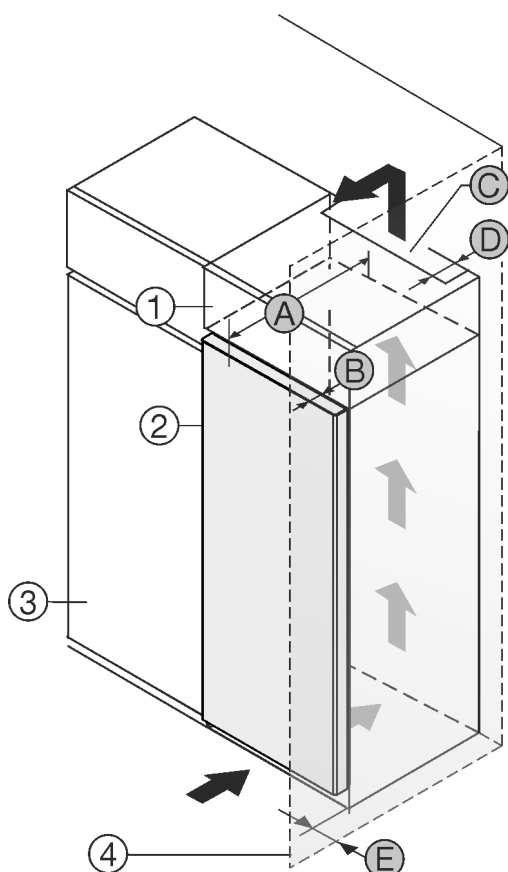

Fig. 1
- (2) 冰箱 \*
- (3) 餐具柜 \*
- (4) 墙壁 \*
- (A) 冰箱深度 \*
- (C) 通风横截面 \*
- (D) 冰箱背面间距 \*
- (E) 到冰箱侧面的间距 \*
您可以将冰箱直接放置在餐具柜 Fig. 1 (3) 旁边。\*
在附加柜背面必须有一个竖风道，其深度 Fig. 1 (D) 应超过整个附加柜宽度。\*
盖板下必须保有通风横截面 Fig. 1 (C)。\*
如果将带铰链的冰箱放置在墙壁 Fig. 1 (4) 边，冰箱和墙壁必须至少相距 13 mm。\*
如果将带铰链的冰箱放置在墙壁 Fig. 1 (4) 边，冰箱和墙壁必须至少相距 20 mm。\*
为了能完全打开门，冰箱必须凸出橱柜正面一定门深度 Fig. 1 (B)。根据餐具柜 Fig. 1 (3) 的深度，使用壁距调整垫片可以使冰箱更为凸出。\*